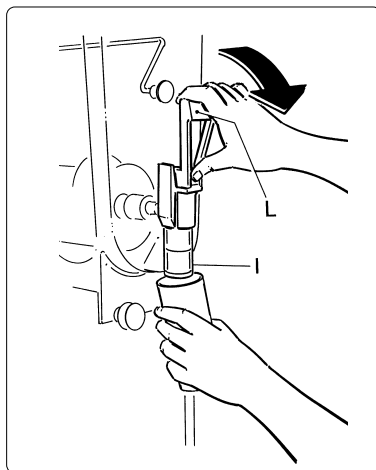

Fig. 8
- a) Para suministrar el producto, colocar el vaso debajo del grifo (I) y bajar la palanca (L) (ver fig. 8).